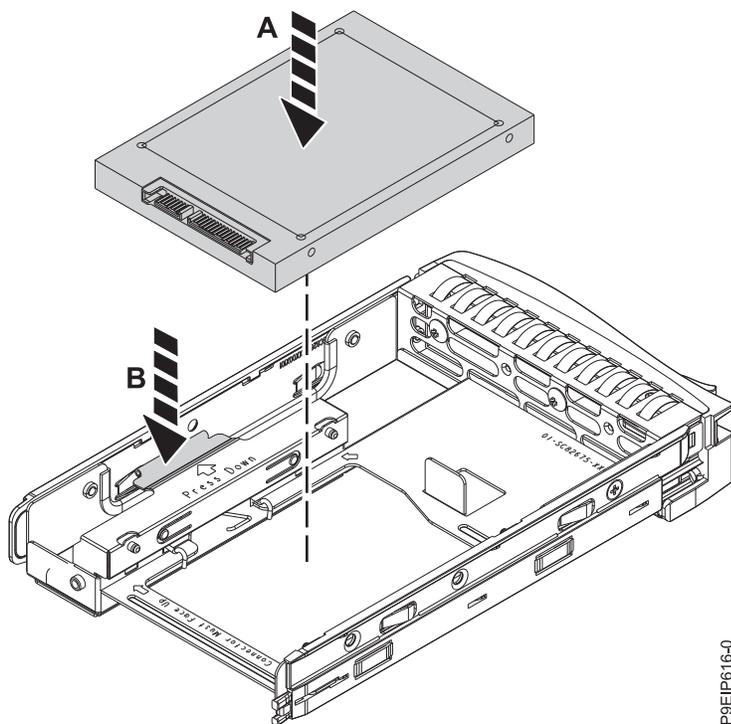

図 7. トレイへの 2.5 型ドライブの取り付け
- b. 保持スプリング **(B)** を開きます (9 ページの図 7 を参照)。